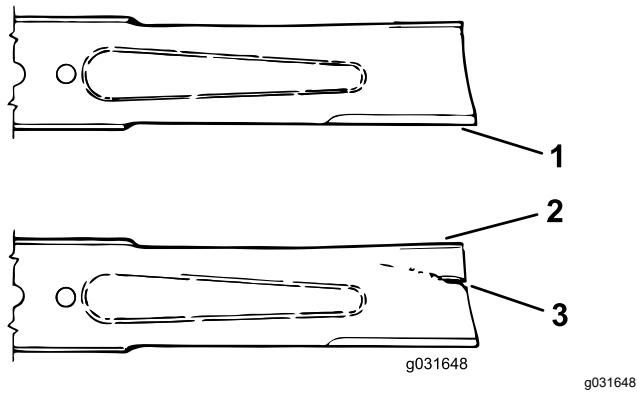

Figure 73
3. Examinez attentivement les tranchants de la lame, particulièrement au point de rencontre de la partie plane et de l'aillette (Figure 73).